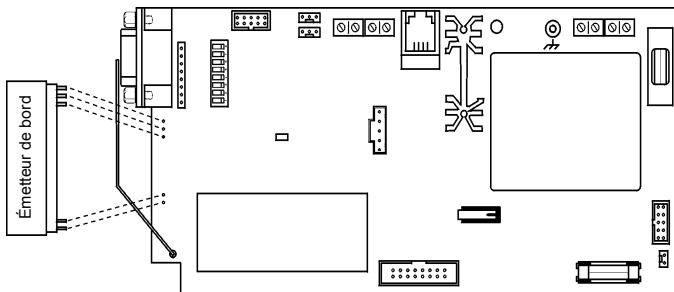

Figure 3 : Branchement émetteur de bord
- Pour être opérationnel avec le OS826, un émetteur de bord doit être installé sur la carte principale du ProGuard800. Branchez l'émetteur de bord à la carte principale du panneau de contrôle tel qu'illustré à la Figure 3.